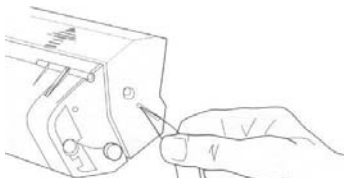

图 2-32 撕下密封条
③ 抓住感光鼓边上明亮的密封条的末端使劲撕掉整个密封条。撕下密封条后，密封条应是感光鼓长度的两倍，即 490 mm（19.3 英寸），如图 2-32 所示。
④ 握住感光鼓的把手（使箭头面向打印机）并向下滑动，将其放回到打印机。将